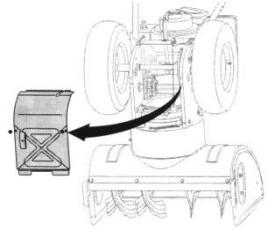

Fig. 16
- Dévissez les vis fixant la protection. Voir la figure 16.